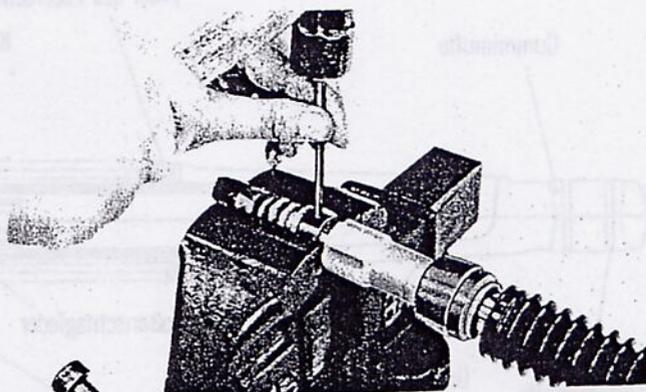

Abbildung 67
- (6) Stift, mit dem das Gabelgleitrohr, der untere Halter und der Kolben miteinander befestigt sind, mit dem Austreiber (Werkzeug Nr. 07053-09801) austreiben. (Abbildung 67)